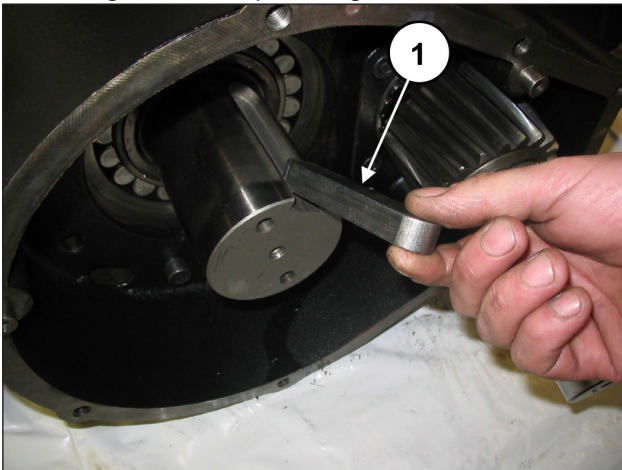

Fig. 13
Retire a lingueta do eixo (pos. ①, Fig. 13).